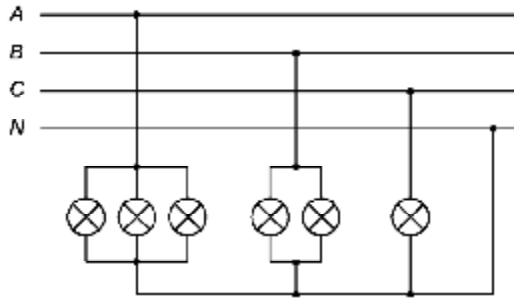

Рисунок 3.3
**Задача 3.1.** Определить фазные токи, ток в нейтрали, мощности фаз и трёхфазной нагрузки при включении лампочек номинальной мощностью  $P_{\text{ном}}$  и номинальным напряжением  $U_{\text{ном}}$  в сеть с линейным напряжением  $U_{\text{л}}$  (рис. 3.3). Построить векторную диаграмму токов и напряжений, используя исходные данные таблицы 3.1.